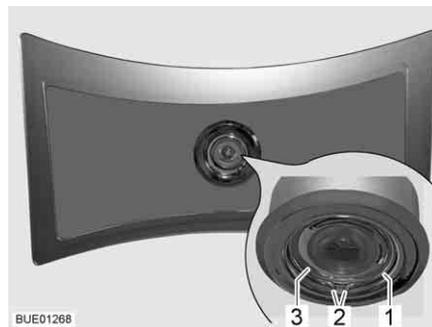

Fig. 267 Lámpara de techo
- Comprimir el pestillo con muelle (Fig. 267,1) por ambos extremos (Fig. 267,2) y retirarlo.
- Sacar la carcasa (Fig. 267,3) con LED de la lámpara.